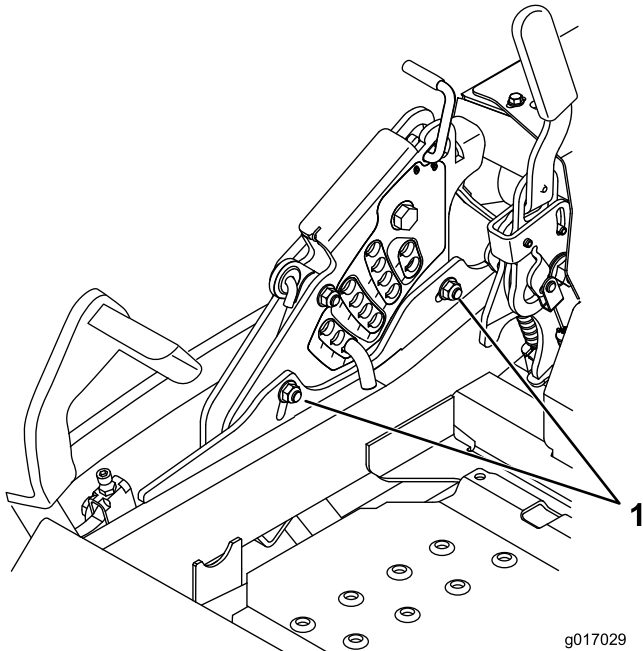

Bild 88
12. Zum Einstellen der zentralen Einstellung lösen Sie die zwei Schrauben unten an der Schnitthöhenplatte. Siehe Bild 88.
14. Ziehen Sie die Schrauben unten an der Schnitthöhenplatte an (Bild 88). Ziehen Sie sie auf 37 bis 45 Nm an.